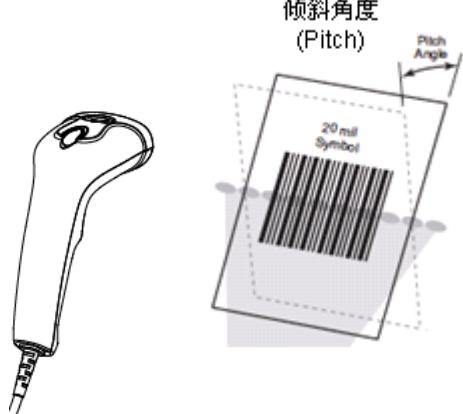

图 1-7
- ◆ 倾斜角度(Pitch)：±60°，测试条件为0°旋转角及0°偏转角（见图 1-7）。